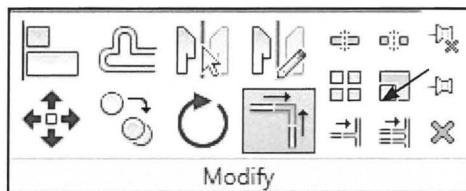

Fig. 08.45. Vælg Trim.
- Vælg *Trim* værktøjet (Fig. 08.45).